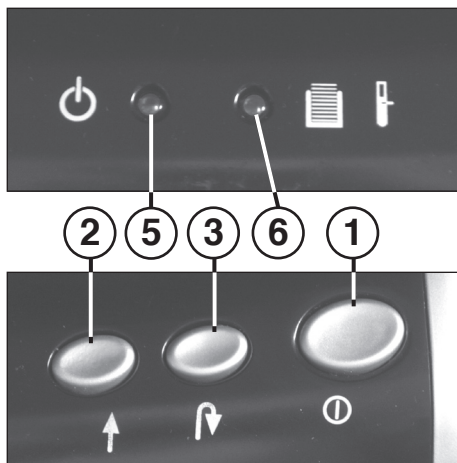

Fig. 1
- 1 = Trykkontakt „driftklar“ (fig. 1)**
- 2 = Tast „frem“ (fig. 1)**
- 3 = Tast „tilbage“ (fig. 1)**
- 5 = Kontrolindikator „driftklar“ (fig. 1)**
- 6 = Kontrolindikator (rød / gul) (fig. 1)**
Maskinen tændes på trykkontakt (1) (fig. 1). Kontrolindikator (5) (fig. 1) tænder.
Maskinen slukkes, når papiropsamlingsbeholderen er fyldt. Der høres en signaltone. Kontrolindikatoren (6) (fig. 1) lyser (rød).
- Træk opsamlingsbeholderen (9) sammen med opsamlingskålen (10) ud af kabinettet forned.
- Signaltonen ophører. Kontrolindikatoren (6) (fig. 1) slukkes.
Husk at slukke for maskinen om natten (tryk på trykknop (1) (fig. 1)).